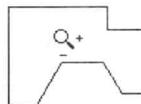

图 1-22 实时缩放
**步骤(3)** 由于图形显示太小，可以将其放大显示。单击菜单【视图】/【缩放】/【实时】命令，或单击【标准】工具栏上的 $\text{Q}\text{A}$ 按钮，激活【实时缩放】工具，此时当前光标变为一个放大镜状，如图 1-22 所示。